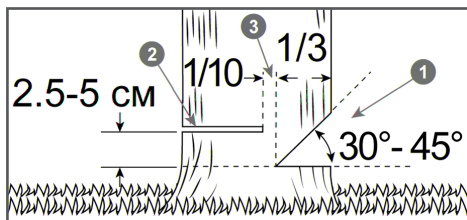

Рис. 15 Расположение запила, пропила и недопила
от 30 до 45 градусов (Рис. 15). Линия стыка двух пропилов, образующих запил, называемая направляющей линией, должна располагаться как можно более горизонтально и под углом 90 градусов к направлению валки.
- Сделайте основной валочный пропил 2 с противоположной стороны, выше основания запила на 2,5-5 см. Между основным пропилом и запилом должен оставаться недопил 3 примерно $1/10$ диаметра ствола. Вставьте своевременно клин в пропил 2 (Рис. 15). Недопил 3 действует как шарнир и позволяет контролировать падение дерева (Рис. 15).
Ни в коем случае не допиливать до конца недопил 3 (Рис. 15), так как вы не сможете контролировать направление падения дерева.